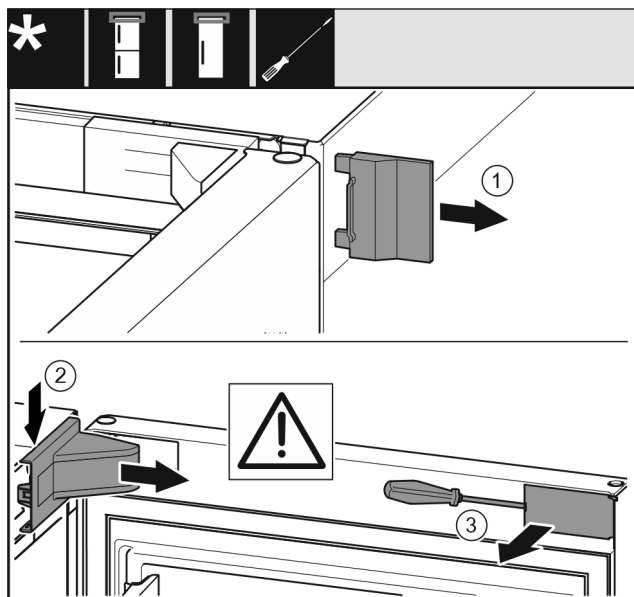

Fig. 12 *
- Rimuovere la copertura esterna Fig. 12 (1).*
- Disinnestare e rimuovere la copertura del blocco di supporto Fig. 12 (2).*
- Disinnestare la maschera Fig. 12 (3) con un cacciavite a intaglio e ruotarla lateralmente.*